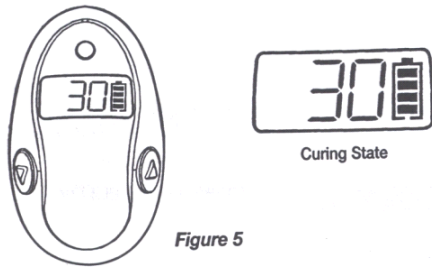

Figure 5
-기기가 충전기에서 분리되어 준비상태에 있을 때에는 액정화면에 모드 및 배터리 충전 레벨이 나타난다. (Figure 5)
기기에는 몇 가지 중합시간 모드가 있다. 핸드피스 윗부분의 액정화면 창 옆에 있는 상향버튼 또는 하향버튼을 누르기만 하면 다양한 모드 중 어떤 모드라도 선택할 수 있다(Figure 5). 상향버튼이나 하향버튼 중 하나를 누른 채로 유지하면 모드 화면이 자동으로 이동한다. 버튼이 활성화 될 때마다 1회의 가청신호음이 들린다.